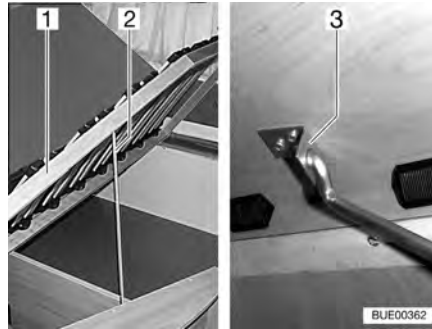

Fig. 73 Cama fija
- Levantar el somier (Fig. 73,1), soltar la barra (Fig. 73,2) del anclaje e introducirla en el agujero de la sujeción (Fig. 73,3).
- Levantar el somier (Fig. 73,1), soltar la barra (Fig. 73,2) de la sujeción (Fig. 73,3) y fijarla en el anclaje.